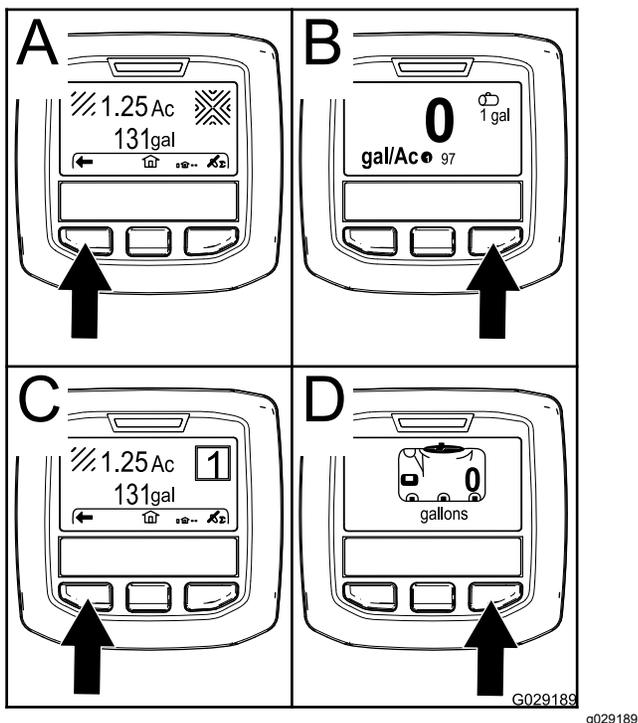

Рисунок 19
- Правая кнопка выбора: **Общая площадь, обработанная опрыскивателем** (A на Рисунок 19)
- Правая кнопка выбора: **Интенсивность опрыскивания** (B на Рисунок 19)
- Левая кнопка выбора: **Частичная площадь, обработанная опрыскивателем** (C на Рисунок 19)
- Левая кнопка выбора: **Объем жидкости в баке** (D на Рисунок 19)